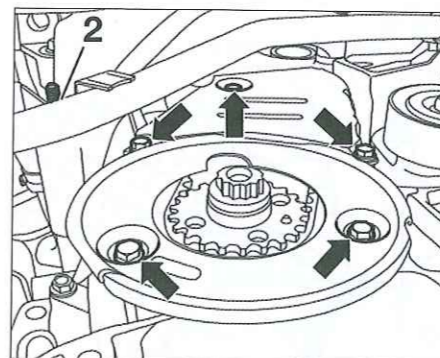

Fig. 5
- Retirar los tornillos del cáster de protección inferior y extraerlo (Fig.5).
- Desatornillar la tuerca de fijación del manguito de líquido de refrigeración (2).